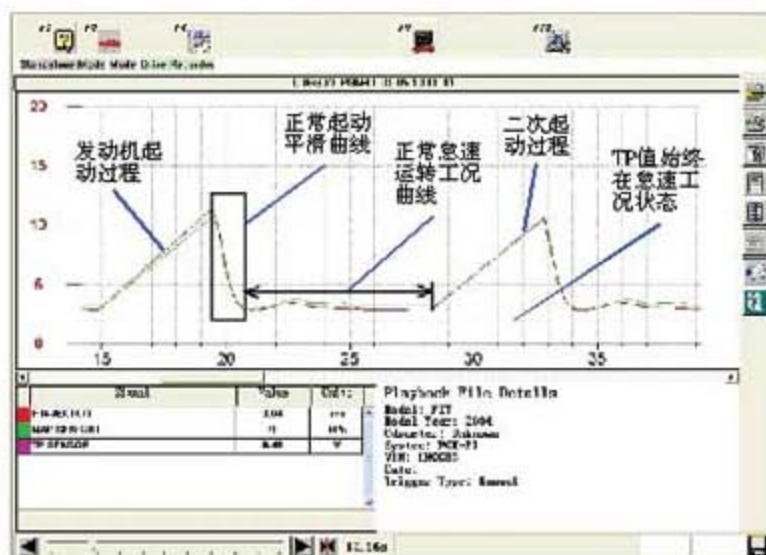

图 3
- 8). 重新铰气门座圈并研磨气门，考虑到气缸与活塞的损坏程度较小。用细砂纸打磨后，更换活塞环。装复发动机，起动顺畅。再次用 HDS 行车记录器采集维修后的各传感器综合参数曲线图(图 3)，从图中可以看出发动机起动平顺，怠速工况正常。